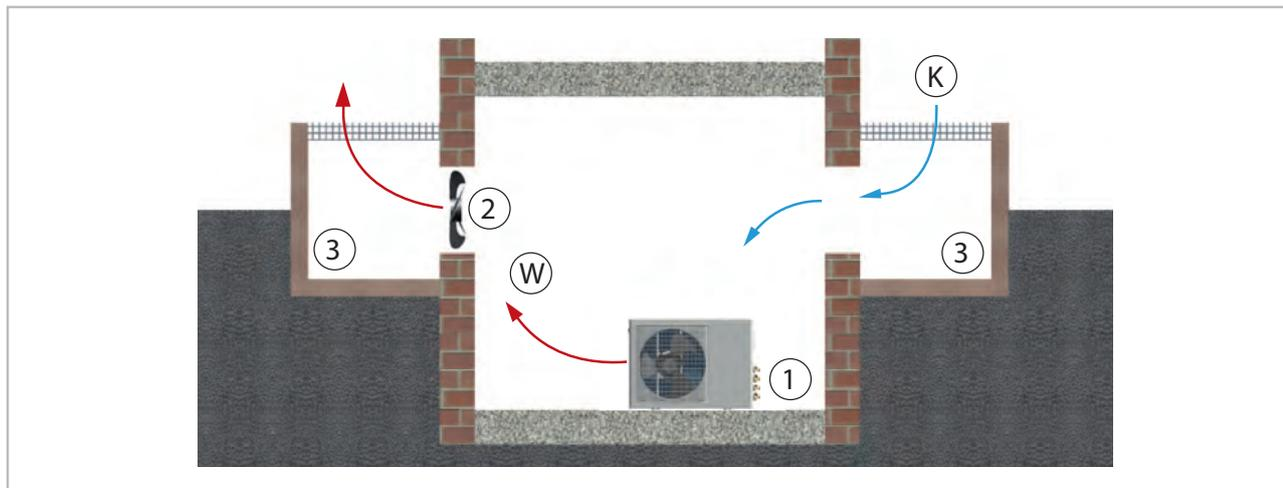

Fig. 23: Installation en intérieur
- Veillez à garantir une évacuation suffisante de la chaleur lorsque l'unité est installée dans une cave, sous les combles, dans des pièces annexes ou dans des ateliers (Voir la Fig. 23).
- Installez un ventilateur supplémentaire disposant d'un débit d'air volumique identique à celui de l'unité extérieure à monter dans la pièce et pouvant compenser pour les éventuelles pertes de pression additionnelles par des canaux d'air (Voir la Fig. 23).